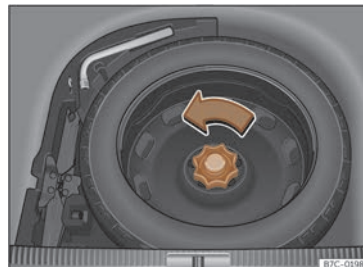

Fig. 211 Al maleter: pis de càrrega alçat.
- Gireu la rodeta en sentit contrari al de les agulles del rellotge»» fig. 211.